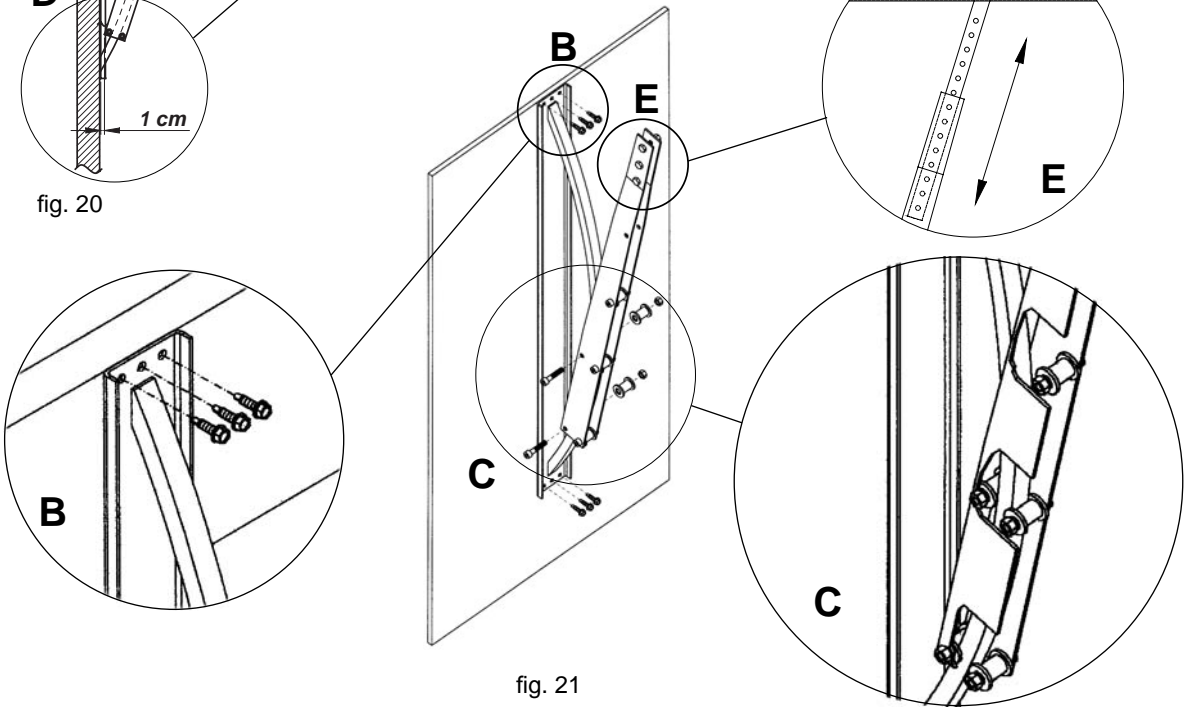

fig. 21
- coloque el 150BAN en la medianería de la puerta, perfectamente perpendicular y a ras con el límite superior de la puerta basculante (B fig. 21) y fijelo utilizando 4/6 tornillos autopercutorantes;
- monte el 150BAN como se muestra en el detalle C de la fig. 21, sin olvidar sustituir el asta perforada curvada con la recta;